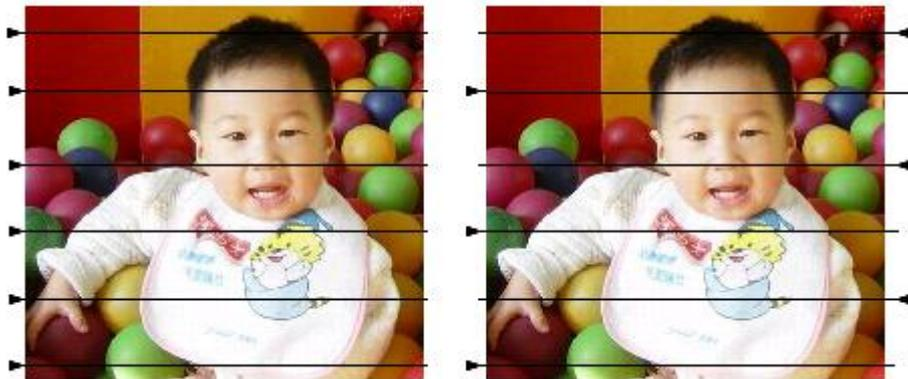

Figura 4-57 La izquierda es una exploración unilateral; la derecha es bidireccional.
**Escaneo bidireccional:**el modo de escaneo es bidireccional cuando está en proceso de marcado (Figura 4-57)